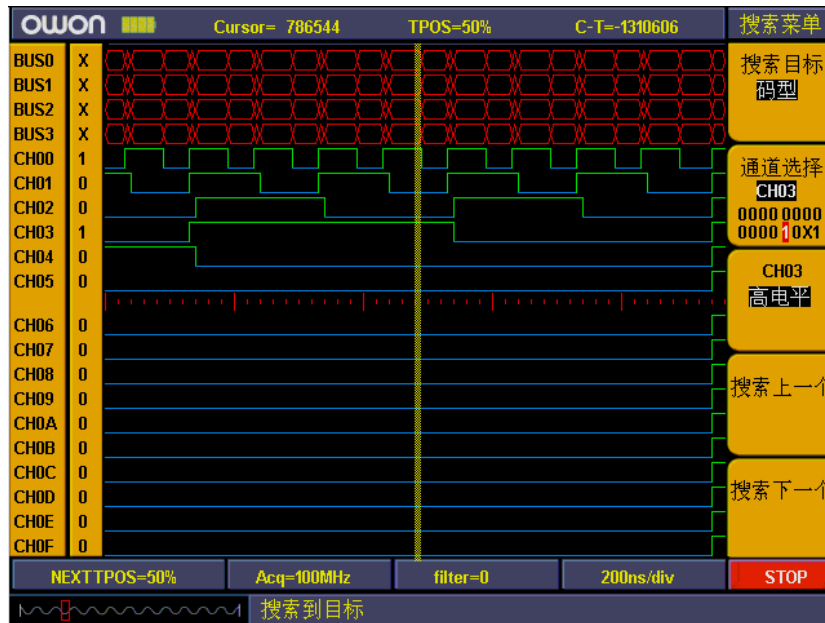

图 103：搜索状态
- G、同样，按“F5”键，选择“搜索下一个”，可搜索当前光标之后符合要求的信号组合。见图 103。